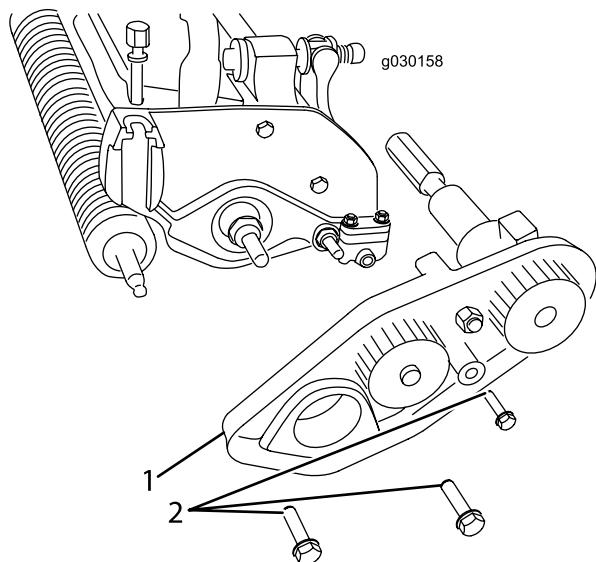

Рисунок 6
4. Отверните 3 болта, которые крепят узел ременного привода к режущему блоку (при наличии), и снимите весь узел (Рисунок 6).
- A. Установите узел ременного привода на режущий блок при помощи 3 ранее снятых болтов (Рисунок 6).